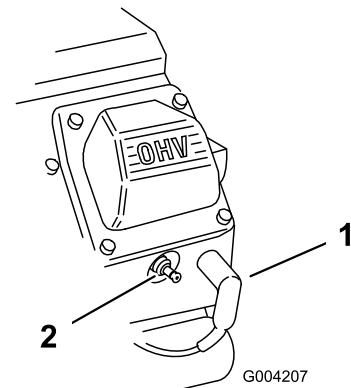

Figure 47
- Débranchez les fils des bougies (Figure 47).
- Rebranchez le fil de la ou des bougies (Figure 47).